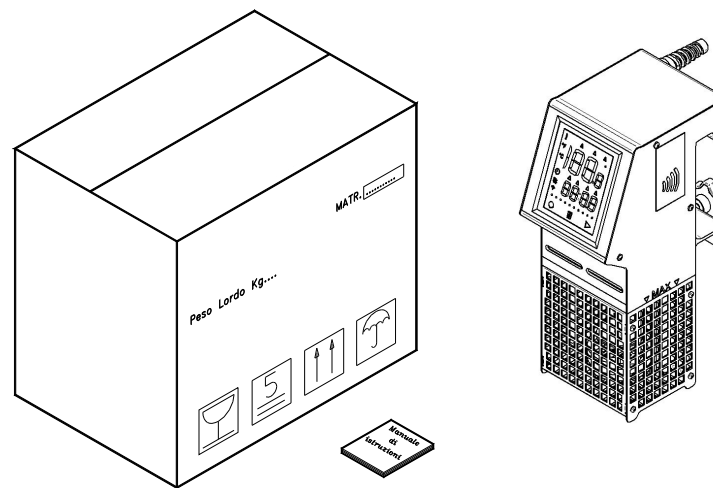

Рис.4
3.1 - Отгрузка машины (см. Рис.4)